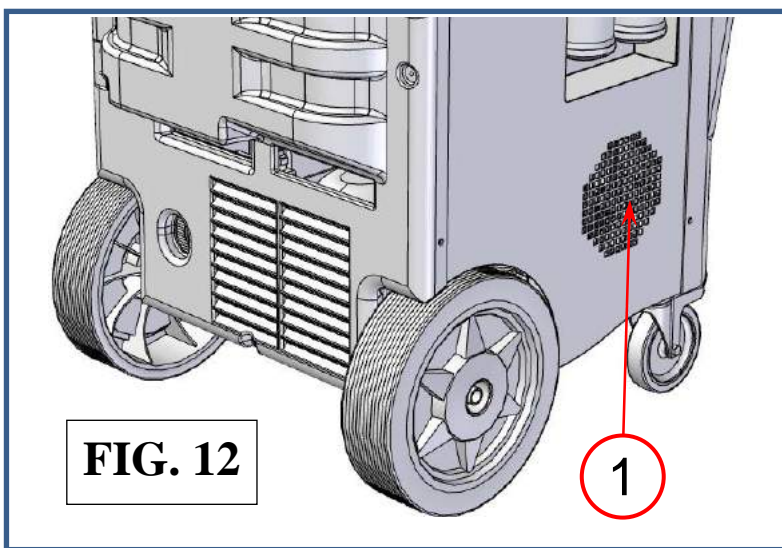

FIG. 12
- Controlar que el ventilador (ref. 1, Fig. 12) esté funcionando.